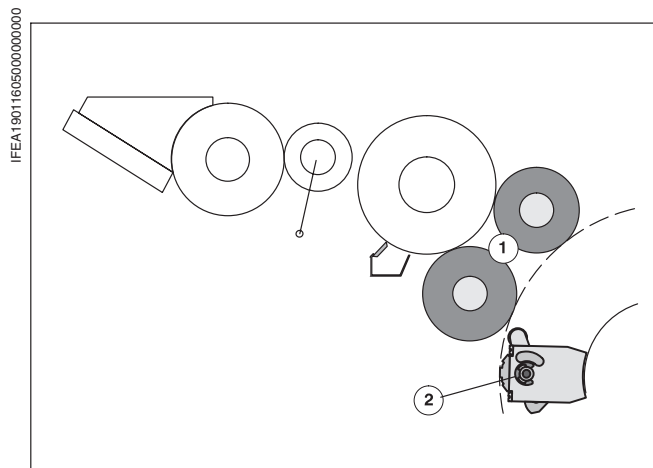

Рис. 1 Разделите красочные валики и нумераторные головки
- ❶ Выньте нумератор из машины (смотрите главу С "Нумерация и впечатывание").
- ❷ Разделите красочные валики и нумераторные головки: вращайте нумераторный вал до тех пор, пока оба накатных валика (Рис. 1/❶) не будут отведены от нумераторных головок (Рис. 1 /❷), и больше не будут иметь с ними контакт.